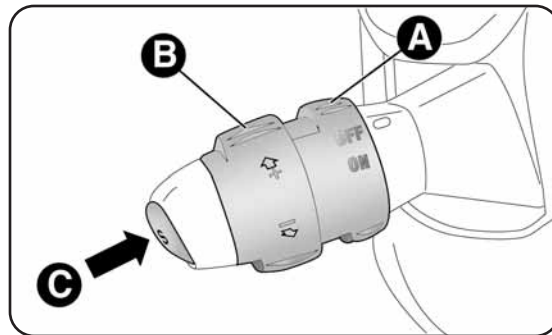

fig. 31
Ruotare la ghiera A-fig. 31 in posizione ON.
- ruotare la ghiera A-fig. 31 su ON e premendo il pedale dell'acceleratore portare la vettura alla velocità desiderata;
- premere il pulsante C-fig. 31.
- ruotando momentaneamente la ghiera B-fig. 31 su (+). Ad ogni azionamento della ghiera corrisponde un aumento della velocità di circa 1 km/h, mentre, mantenendo la ghiera ruotata la velocità varia in modo continuo.
- mantenendo ruotata la ghiera B-fig. 31 su (-) fino al raggiungimento della nuova velocità che resterà automaticamente memorizzata.
Ruotare la ghiera A-fig. 31 su OFF o la chiave di avviamento in posizione STOP. Il dispositivo viene inoltre automaticamente disinserito in uno dei seguenti casi:
In caso di funzionamento difettoso od avaria del dispositivo, ruotare la ghiera A-fig. 31 su OFF e rivolgersi alla Rete Assistenziale Lancia dopo aver verificato l'integrità del fusibile di protezione.